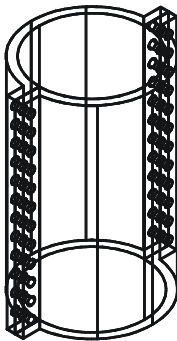

图 9-4-9
// 输入 N 命令不删除源对象，效果如图 9-4-9 所示
STEP 06 完成如图 9-4-9 所示的电主轴套的实体建模后，可以对实体进行着色等处理。效果如图 9-4-10 所示。